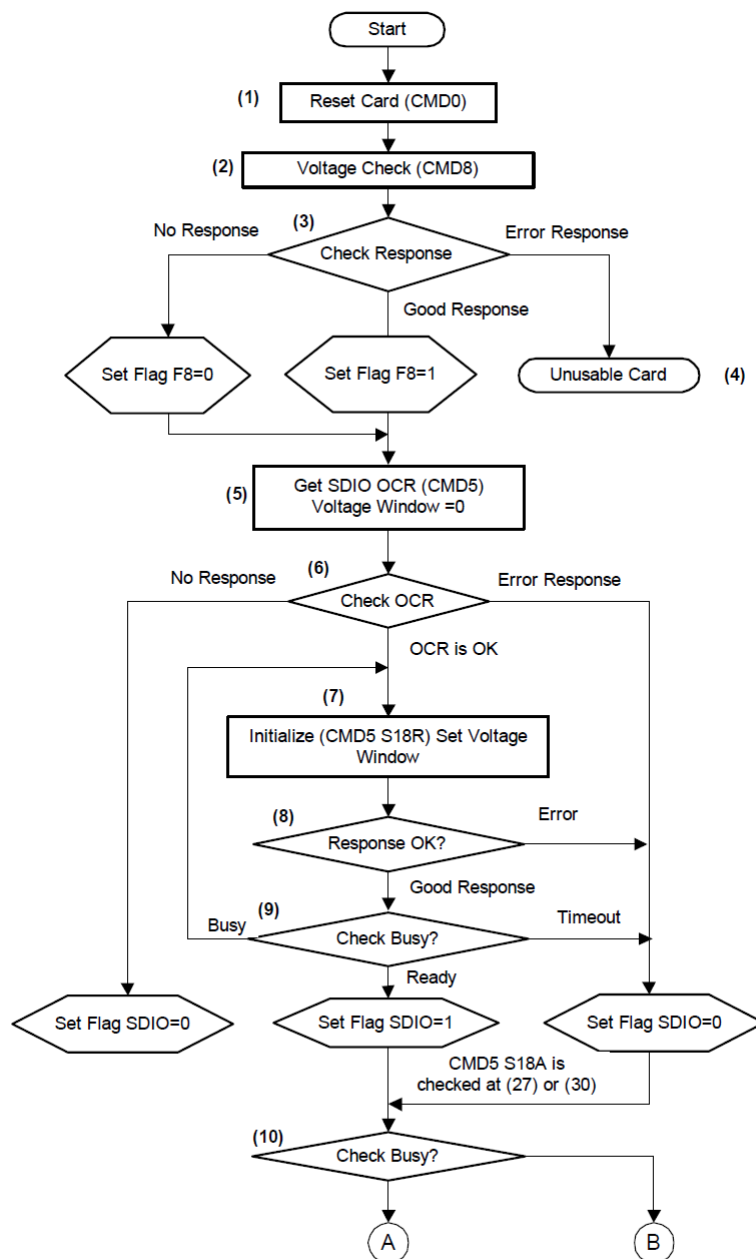
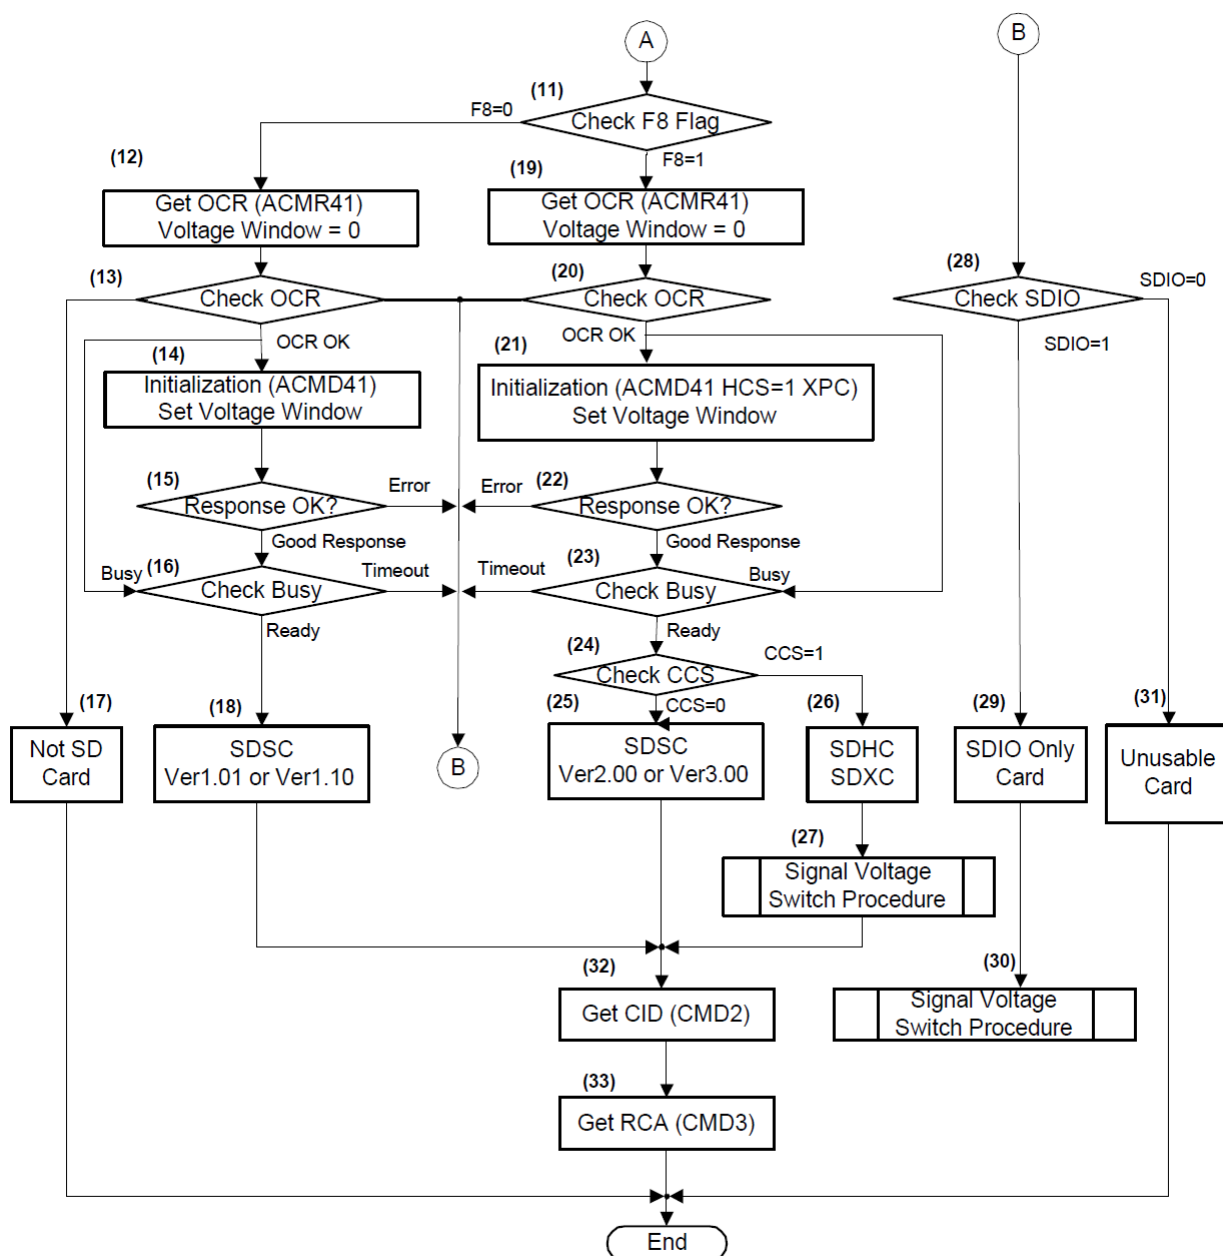

图 36: SD 初始化 1
图 37: SD 初始化 2
- 按图 36和图 37所示, 发送各种 CMD 完成初始化, 以下以 CMD0 为例说明发送 CMD 流程: